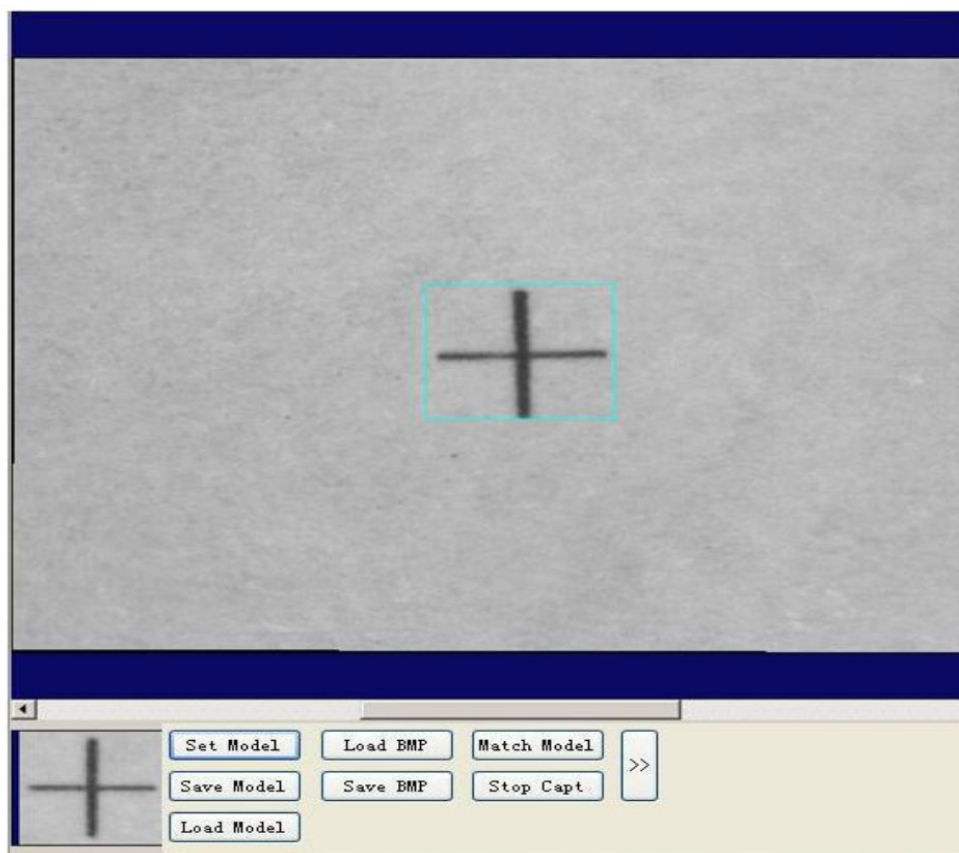

Fig. 3-63
3. Uma caixa retangular azul pode ser vista na área de visão na figura acima. A caixa é usada para ajustar a posição e o tamanho do gráfico do modelo. Arraste a caixa retangular para cobrir o ponto de marcação, como na Fig. 3-63: